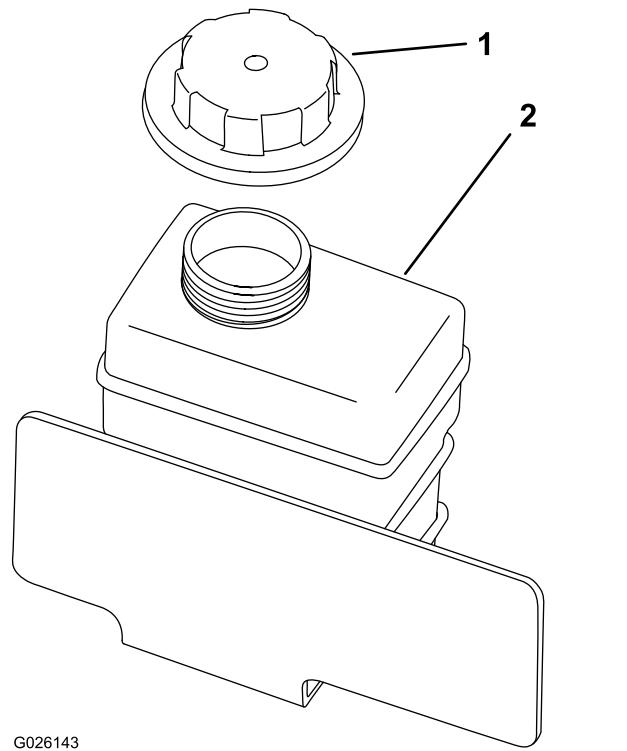

Рисунок 55
8. Медленно заливайте жидкость в расширительный бачок так, чтобы ее уровень достиг нижнего уровня заливной горловины (Рисунок 55).
9. Установите крышку на расширительный бачок (Рисунок 55).